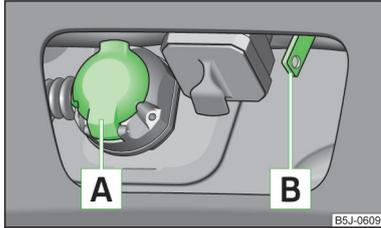

Fig. 130
- Conectar el enchufe del cable de remolque en el enchufe de 13 polos **A** » fig. 130.